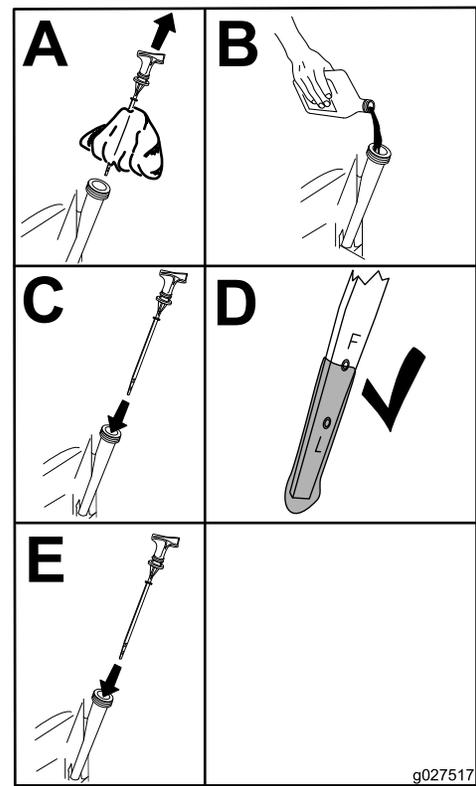

Figura 40
6. Vierta lentamente un 80% aproximadamente de la cantidad especificada de aceite por el tubo de llenado (Figura 40).